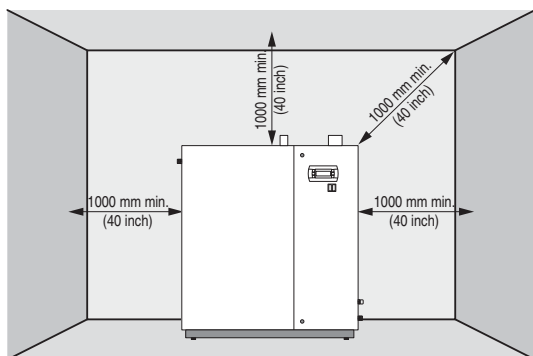

Fig. 2.b
**Abmontieren der Fronthaube des Befeuchters (siehe Abb. 2.c):**